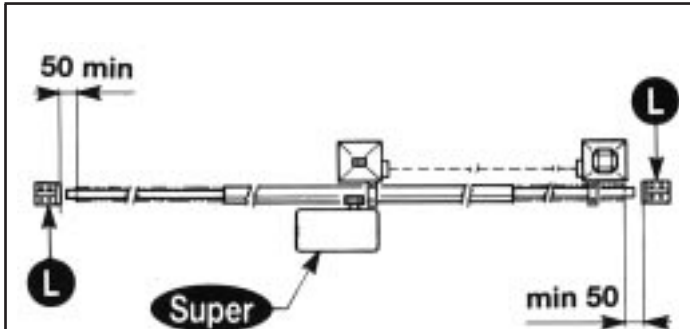
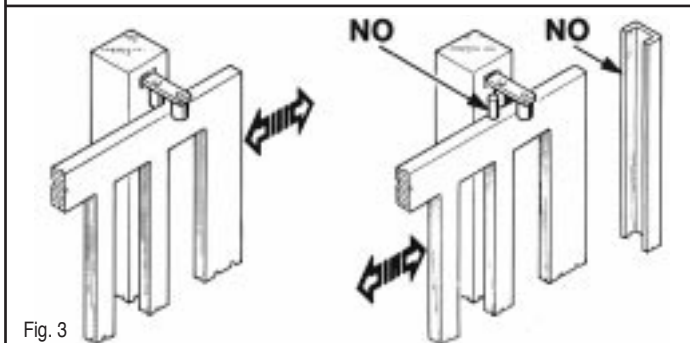

Fig. 2
Fig. 3
È necessario che la guida abbia alle sue estremità due fermi meccanici (L) (Fig. 2). Inoltre, le colonne devono avere superiormente delle guide antideragliamento (Fig. 3).
The guide needs to have two mechanical stops (L) of the type indicated at its ends (Fig. 2).
In addition, the columns must have anti-derailment guides at the top (Fig. 3).
N.B. Eliminate the mechanical stops of the type indicated in Fig. 3.
Il est nécessaire que le guidage ait à ses extrémités deux arrêts mécaniques (L) du type indiqué (Fig. 2). En plus, les colonnes doivent avoir dans la partie supérieure des guidages antidéraillement.
Éliminer les arrêts mécaniques du type décrit (Fig. 3).
Die Führungsschiene muß an beiden Enden mechanische Sperrungen (L) haben, wie in der Abbildung dargestellt ist (Fig. 2). Darüberhinaus muß die Säulen über Entgleisungsschutzvorrichtungen verfügen (Fig. 3).